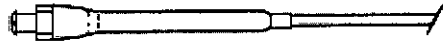

Fig. 5
- b. Tire del manguito hasta el encaje con un chasquido sobre el reborde de la conexión de plástico del cuerpo del catéter (Fig. 5)